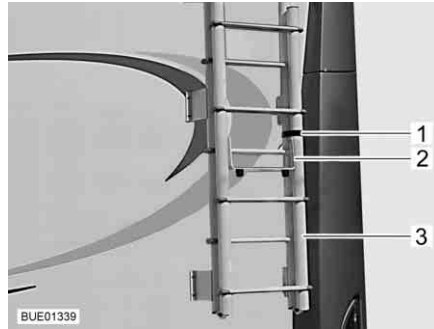

Fig. 1 Scaletta, ribaltata verso l'alto
- Aprire le cinghie (Fig. 1,1) della scaletta (Fig. 1,3) presente sul retro del veicolo.
- Aprire la staffa di protezione (Fig. 1,2).